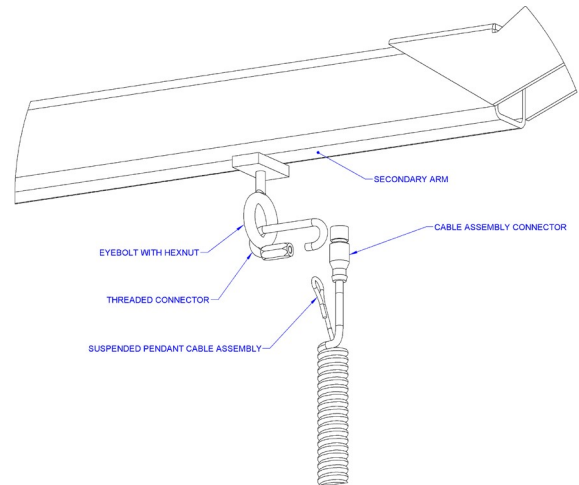

Fig. 6C1. Assemblaggio del gruppo del cavo sospeso nella parte inferiore del gruppo azionatore.
- 6C.6** Avvitare il connettore della fune metallica al connettore dell'azionatore (**Fig. 6C1**).